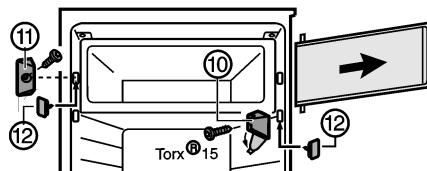

Fig. 6\*
- ▶ Pliegue la cubierta en el soporte de cojinete Fig. 6 (10).\*
- ▶ Desatornille el soporte de cojinete Fig. 6 (10) con la puerta del compartimento.\*
- ▶ Desatornille la pieza de cierre Fig. 6 (11).\*
- ▶ Cierre los agujeros desocupados con la cubierta Fig. 6 (12) adjunta.\*